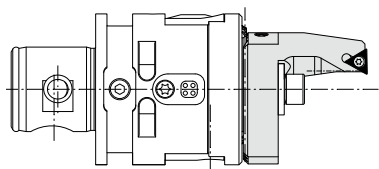

Fig. 8
**Porte-plaquette pour détourage sans guide cranté Ø 4 – 66 mm (Fig. 8, 9)**